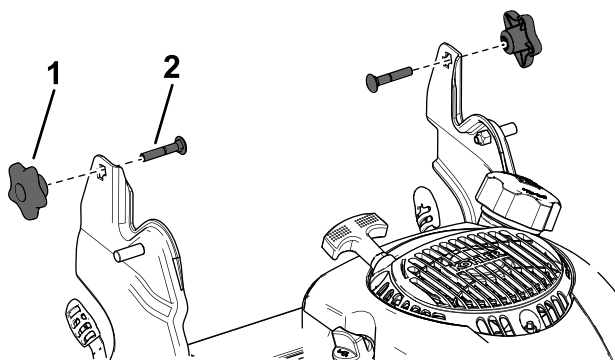

Figura 25
3. Inserite il bullone a testa tonda (con la testa del bullone rivolta verso l'interno) attraverso la staffa della stegola e il foro superiore nell'estremità della stegola. Assicuratevi che i bordi quadrati di ciascun bullone a testa tonda si inseriscano nel foro quadrato superiore o inferiore nella relativa staffa della stegola (Figura 25).